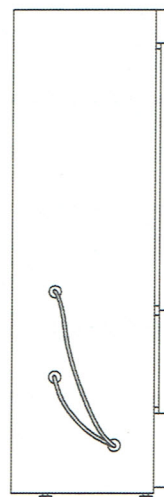

図 18
5. 保冷库およびフリーザの左側面の測定孔キャップ(外側および庫内側)を外し、中の断熱材を取出します。それらの測定孔を通して記録計のセンサを保冷库およびフリーザ内にそれぞれ通します。測定孔に断熱材を戻し、測定孔キャップでふたをします(外側および庫内側)。感温部取出口にもキャップをします。(図 18)